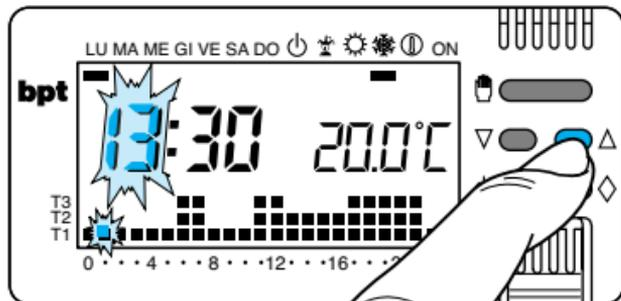

Fig. 15
3.5 -Premere il pulsante ∇ oppure \triangle fino a raggiungere l'ora esatta (fig. 15).